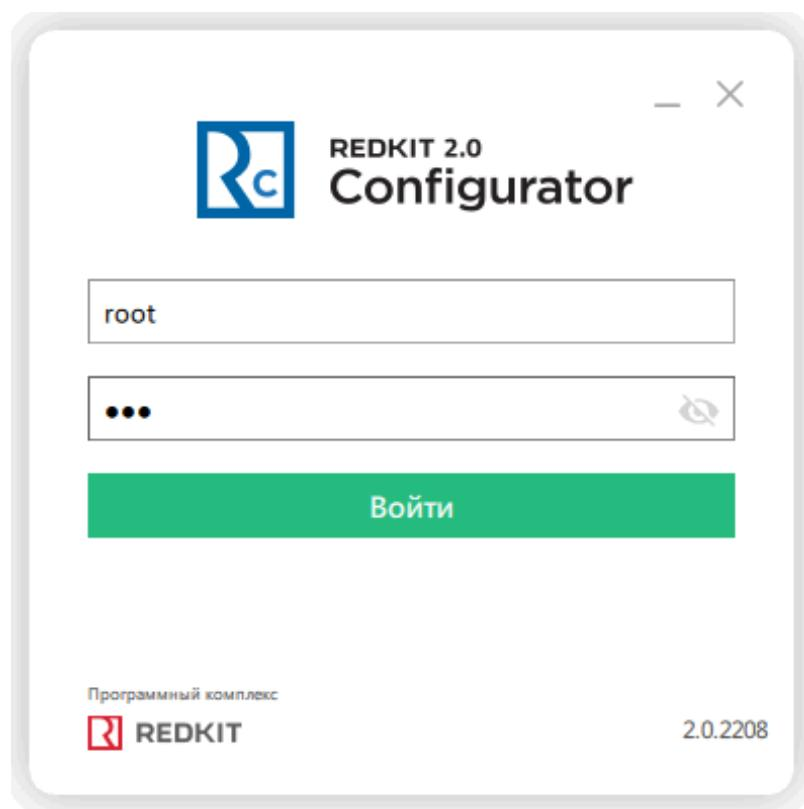

Рисунок 43 - Запуск Redkit Configurator
2. Укажите реквизиты суперпользователя root из п.12 раздела Первичное конфигурирование (Рисунок 43).